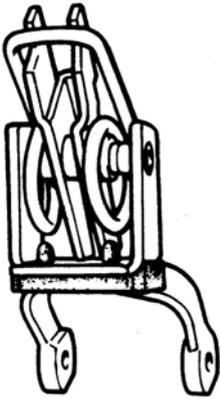

Fig. 9-28
**5) INSPECT DRIVE LEVER (Fig.9-28)**